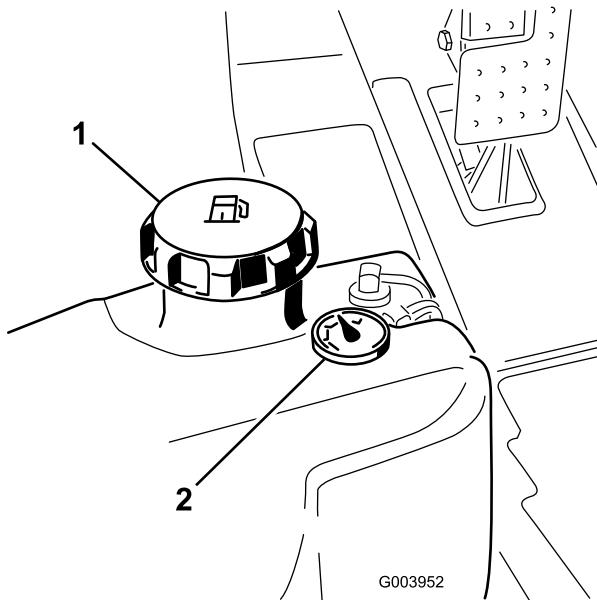

Figura 33
1. Retire el tapón del depósito de combustible (Figura 33).